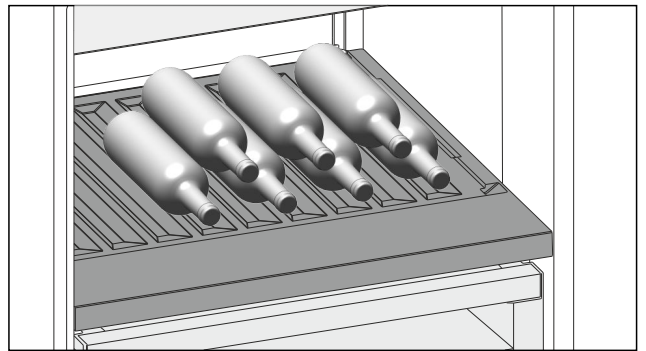

Fig. 138 例图
- ▶ 将瓶底向后对着后壁放入瓶子。(参见 Fig. 138)